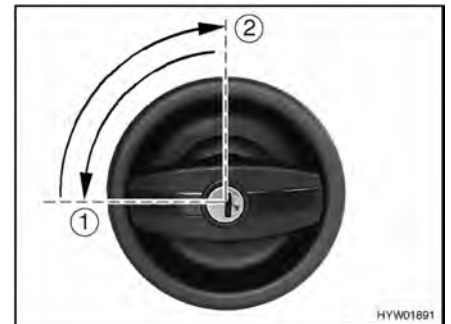

Bild 23 Dörrlås ingångsdörr, utsida, låsa
- Stick in nyckeln i låscylindern och vrid ett kvarts varv moturs (Bild 23,1).
- Vrid tillbaka nyckeln till mitten igen (Bild 23,2) och drag ur den.